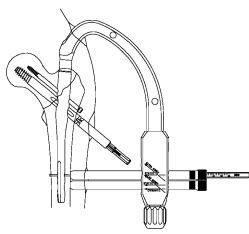

図21
- 20) ドリルスリーブを抜き、スクリュースリーブ先端を骨面に押し当て、ディスタルススクリュー用デプスゲージを挿入し先端フックを内側皮質に引っ掛け、スクリュー長を計測します。（図21）